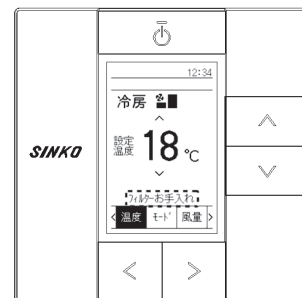

図2-15 フィルタサインの表示
- ・フィルタ圧損が設定値に達すると、ワイヤードリモコンの画面に「フィルタお手入れ」のサインが表示されます。(図2-15参照)